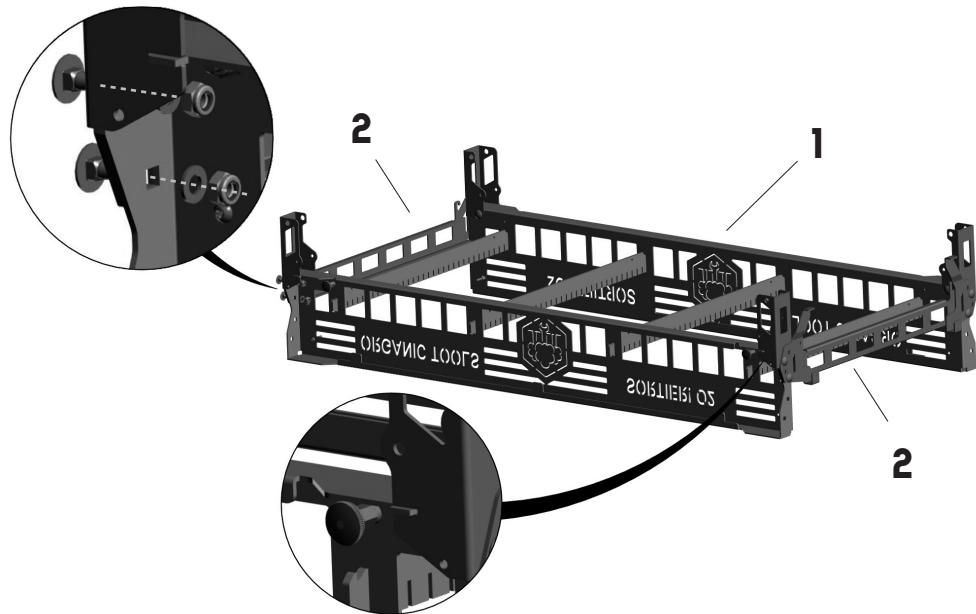
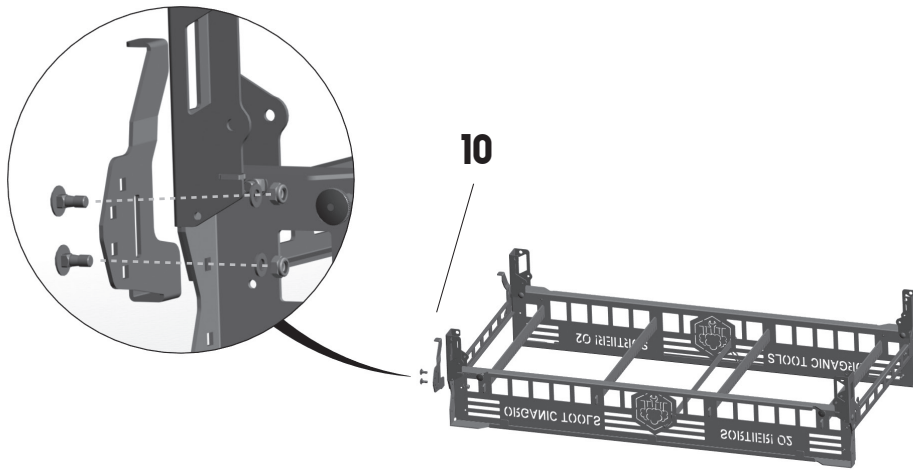

Abbildung 4: Die kleine Nase der Seitenwangen muss in den Schlitz der Stirnseiten gleiten. Stirnseite an Querseiten von außen nach innen festschrauben
Abbildung 6: Montage der Heckkistenhalter auf der Stirnseite
Positionieren Sie die zwei Stirnseiten (2) an den Seitenwangen (1). Die Stirnseiten müssen dabei so aufgeschoben werden, dass die kleine Nase der Seitenwangen (1) in den Schlitz der Stirnseiten (2) hinein gleitet (siehe Abbildung 4).
Danach werden die Stirnseiten (2) in jedem Eck mit 3 Schrauben, wie in Abbildung 4 und 5 zu sehen ist, festgeschraubt. Je nach Arbeitsweise kann man bei der Montage einer Stirnseite auch gleich die Heck-Kistenhalter (10) mit montieren (die Seite spielt keine Rolle (siehe Abbildung 6). Mehr dazu im Kapitel 4 „FUNKTIONEN DES SORTIER! 02“.